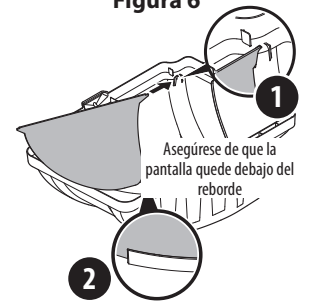

Figura 7
3. **Si no viene armado de fábrica,** coloque la pantalla de la embolsadora en la cubierta de la misma insertando primero un extremo en el orificio de montaje de corte correspondiente (1). Sujete el otro lado de la pantalla flexionándola y empujándola dentro del recorte del lado contrario. Asegúrese de que la pantalla quede debajo del borde de la cubierta (2). Consulte la Figura 7.